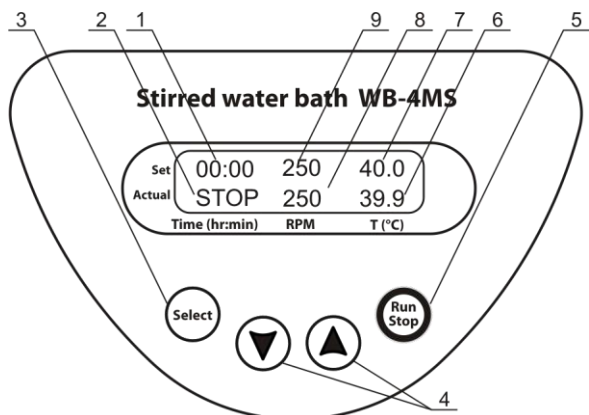

Fig.1 Panneau de configuration
- la durée précédemment programmée (fig.1/1), la vitesse programmée de l'élément d'agitation magnétique (fig.1/9) et la température programmée de l'eau (fig.1/7) dans la ligne supérieure (Set);
- l'indication de durée (STOP fig.1/2), la vitesse actuelle de l'élément d'agitation magnétique (fig.1/8) et la température actuelle de l'eau (fig.1/6) dans la ligne inférieure (Actuel).
- 4.4. Réglages. Appuyez sur la touche **Select** (Fig. 1/3) pour choisir le paramètre à changer. À chaque fois que la touche **Select** est pressée, le paramètre suivant s'active. Le paramètre actif clignote.
En utilisant les touches ▲ et ▼ (Fig.1/4), réglez la valeur souhaitée. Appuyez sur la touche pendant plus de 2 secondes pour augmenter l'incrément.
- 4.5. Réglage de la température. Activez le paramètre de température T(°C) (Fig.1/7) en pressant la touche **Select**.
À l'aide des touches ▲ et ▼ (Fig.1/4), réglez la température nécessaire. Appuyez sur la touche pendant plus de 2 secondes pour augmenter l'incréméntation.
Le réchauffement commencera. La valeur de la température actuelle s'affichera dans la ligne inférieure de l'écran (Fig.1/6).
- 4.6. Réglage de la vitesse de l'élément d'agitation magnétique. Pressez la touche **Select** plusieurs fois jusqu'à ce que le paramètre de vitesse RPM (Fig. 1/9) soit activé.
Utilisez les touches ▲ et ▼ (Fig.1/4) pour régler la vitesse de rotation souhaitée pour l'élément d'agitation magnétique (plage comprise entre 250 et 1 000 tpm). Maintenez la touche appuyée pendant plus de 2 secondes pour augmenter l'incréméntation. La valeur de la vitesse actuelle s'affichera dans la ligne inférieure de l'écran (Fig.1/8).
- 4.7. Réglage de la durée Appuyez sur la touche **Select** pour activer le paramètre Time (hr:min) (Fig.1/1).
À l'aide des touches ▲ et ▼ (fig. 1/4), programmez l'intervalle de temps requis. Appuyez sur la touche pendant plus de 2 secondes pour augmenter l'incréméntation.
- 4.8. Appuyez sur la touche **Run/Stop** (Fig.1/5) pour démarrer le minuteur. L'intervalle de temps écoulé sera indiqué dans la ligne inférieure de l'écran (Fig. 1/2).
L'arrêt du minuteur n'arrête pas le processus de réchauffement/de maintien de la température. Le réchauffement peut être arrêté en réduisant la température en dessous de 25°C à l'aide de la touche ▼ T, °C (Fig. 1/4) (l'indication OFF s'affichera sur l'écran).